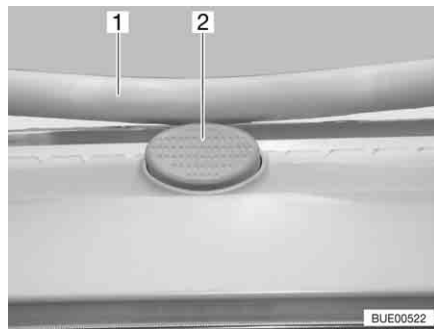

Bild 58 Sicherungsknopf an der Heki-Dachhaube
- Den Sicherungsknopf (Bild 58,2) drücken und den Bügel (Bild 58,1) mit beiden Händen nach unten ziehen.
- Den Bügel mit beiden Händen nach oben drücken, bis der Bügel oberhalb des Sicherungsknopfes (Bild 58,2) liegt.